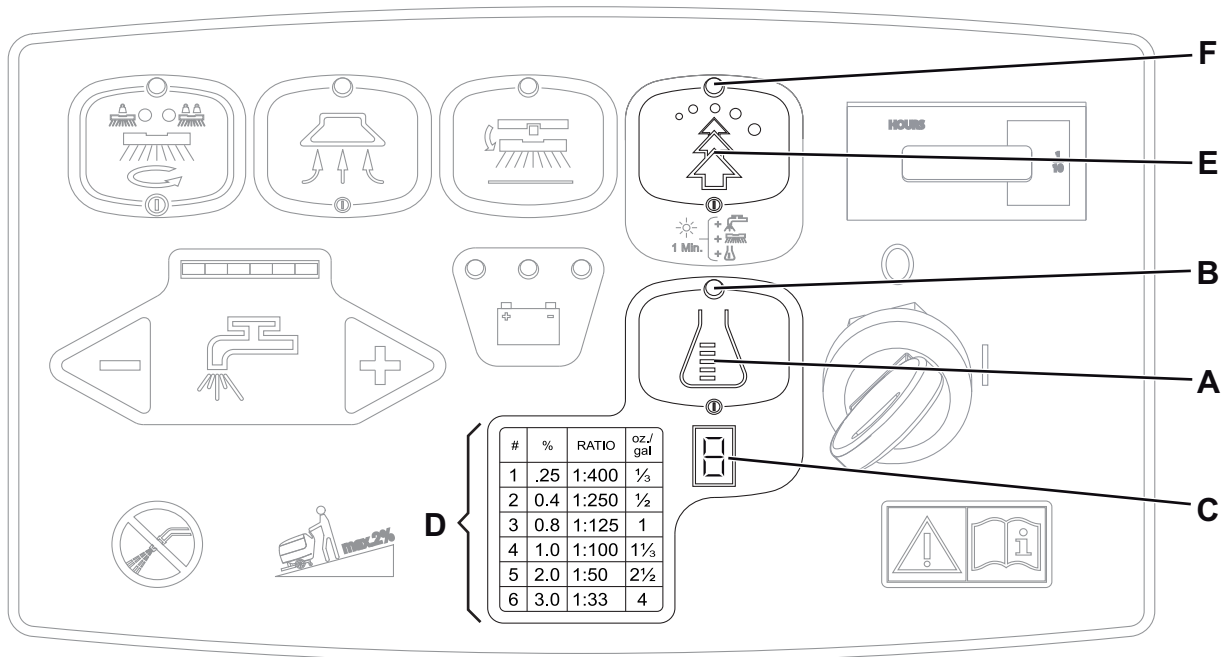

Abbildung 4
Zum Einschalten der Anlage für die Zumischung von Reinigungsmittel zum Waschwasser Einstellschalter des Reinigungsmittelanteils (A, Abb. 4) betätigen: Leuchtet die LED (B), wird dem Waschwasser Reinigungsmittel zugefügt. Die Anzeige (C) gibt die Reinigungsmittelkonzentration (von 1 bis 6) in der Reinigungslösung an: Für die entsprechenden Prozentwerte siehe Tabelle (D).
Schalter EcoFlex™ (E, Abb. 4) immer betätigen, wenn kurzfristig eine größere Reinigungskraft benötigt wird.